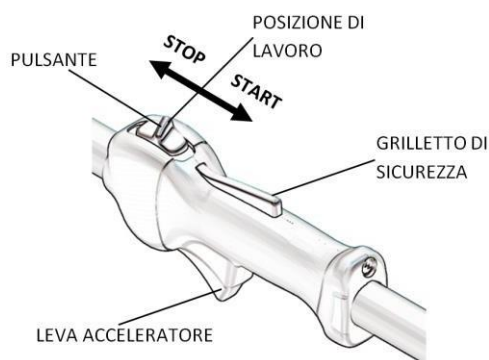

Fig.17
Per un corretto utilizzo della manopola (Fig. 17) dovete innanzitutto conoscerne le funzioni, in questo modo potrete accendere la macchina e controllarne la velocità di lavoro.
- sulla manopola comando gas lasciate il pulsante rosso in posizione di lavoro (**vedi fig. 17**).
A lavoro ultimato, ripulite la macchina e l'organo di taglio da eventuali residui o erbacce, proteggete le lame o le seghe circolari con l'apposita protezione in dotazione per evitare di ferirsi o ferire persone durante il trasporto (Fig. 17).